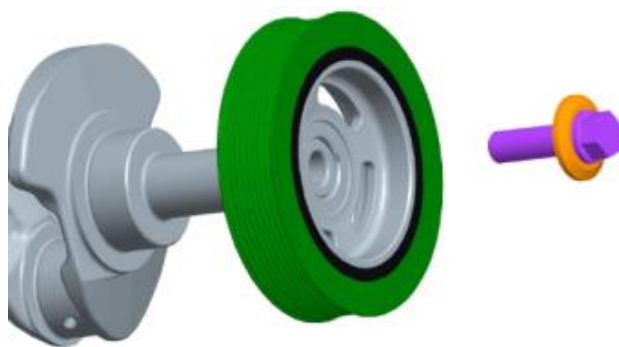

图16 曲轴皮带轮安装示意图
6.10.9 安装曲轴皮带轮，见图 16，紧固力矩为  $195 \text{ N} \cdot \text{m} \pm 2 \text{ N} \cdot \text{m}$ 。